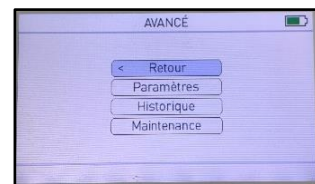

Figure 46. AVANCE
1. Dans AVANCE (Voir figure 46), sélectionner MAINTENANCE avec .